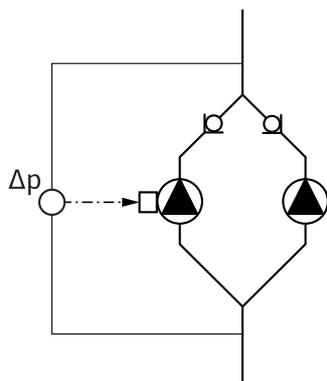

Fig. 13: Eksempel, tilslutning differenstryk-transmitter
- I eksemplet på Fig. 13 er masterpumpen venstre pumpe i flowretning. Tilslut differenstryktransmitteren ved denne pumpe.
Differenstryktransmitterens målepunkter på masterpumpen skal være i det tilhørende samlerør på dobbeltpumpeanlæggets suges- og trykside (Fig. 13).